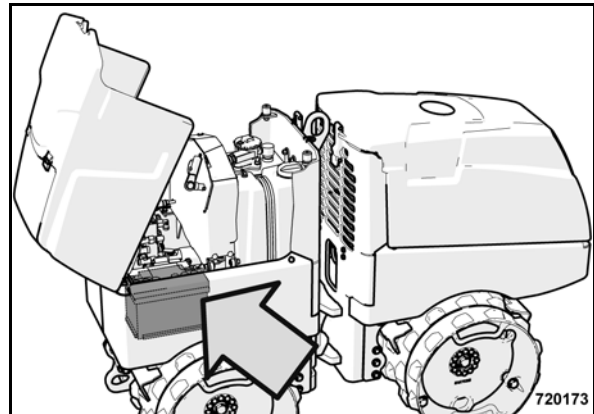

Рис. 117
- Очистить аккумуляторную батарею (Рис. 117) снаружи.